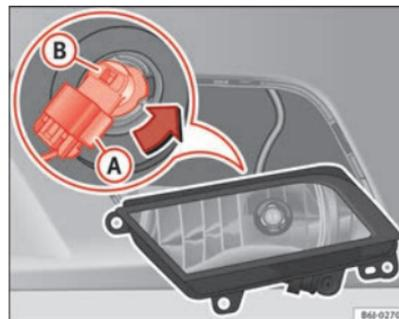

Fig. 191 Projecteur antibrouillard
- Retirez le connecteur ⇒ fig. 191 **A** de l'ampoule.
- Tournez le support d'ampoules ⇒ fig. 191 **B** vers la gauche puis tirez.